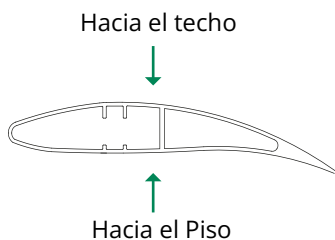
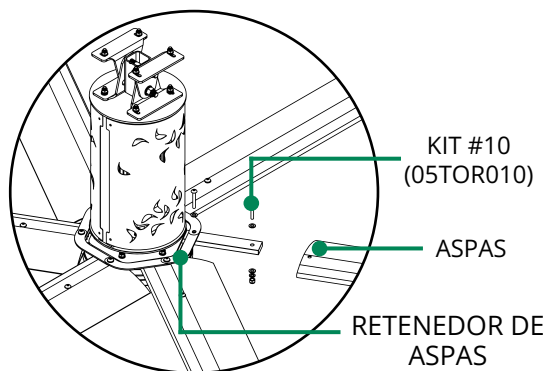

Fig.18.1
Fig.18.2
18.1 Instale cada aspa del ventilador deslizándola lentamente sobre las ranuras de la barra, cuidando la orientación de esta (fig. 18.1) manteniendo afuera el cable de seguridad como en se muestra en la fig. 18.2
Los retenedores de aspa (N/P: 0500306) se instalan de manera que el primero quede encima del segundo y así sucesivamente hasta instalar los ocho retenedores Fig. 18.1.